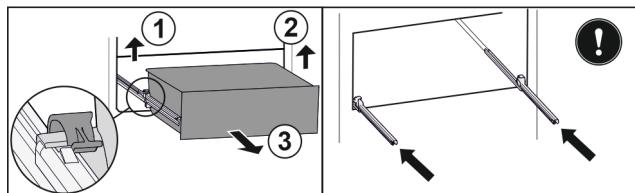

Fig. 26*
- Приподнимите левый зажим и одновременно вытяните движением вперед выдвижной ящик слева Fig. 26 (1).*
- Приподнимите правый зажим и одновременно вытяните движением вперед выдвижной ящик справа Fig. 26 (2).*
- Извлеките выдвижной ящик движением вперед Fig. 26 (3).*